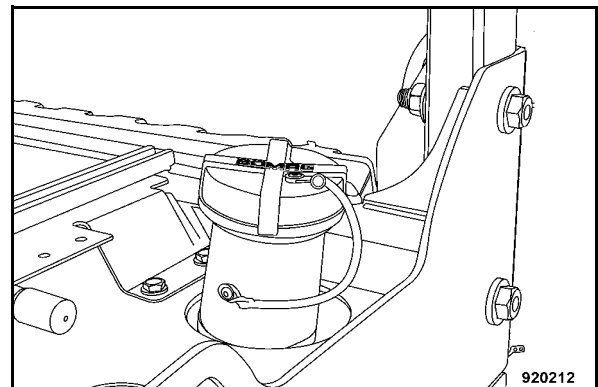

Fig. 184
- Déposer le couvercle du réservoir d'eau (Fig. 184).